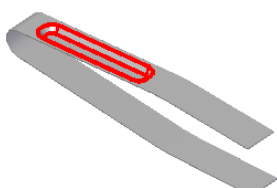
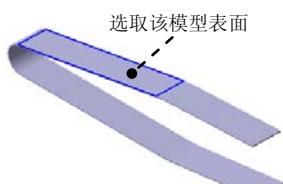
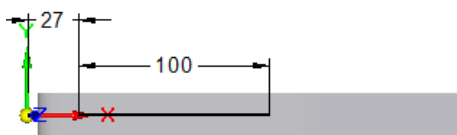

图 6.9.35 加强筋特征 1
图 6.9.36 定义草图平面
图 6.9.37 截面草图
Step4. 创建图 6.9.35 所示的加强筋特征 1。
(1) 选择命令。在“主页”功能选项卡“钣金”工具栏中单击 凹坑 按钮，选择 加强筋 命令。
(2) 绘制加强筋截面草图。选取图 6.9.36 所示的模型表面为草图平面，绘制图 6.9.37 所示的截面草图。
(3) 定义筋属性。在“加强筋”命令条中单击“侧步骤”按钮，定义冲压方向如图